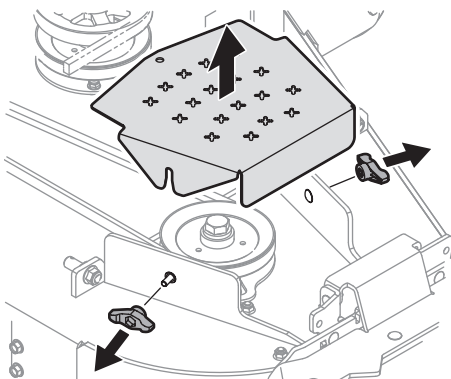

Figure 36
- Nettoyez le dessus du plateau de coupe, sous les couvercles de la fusée et la zone des courroies (Figure 36).